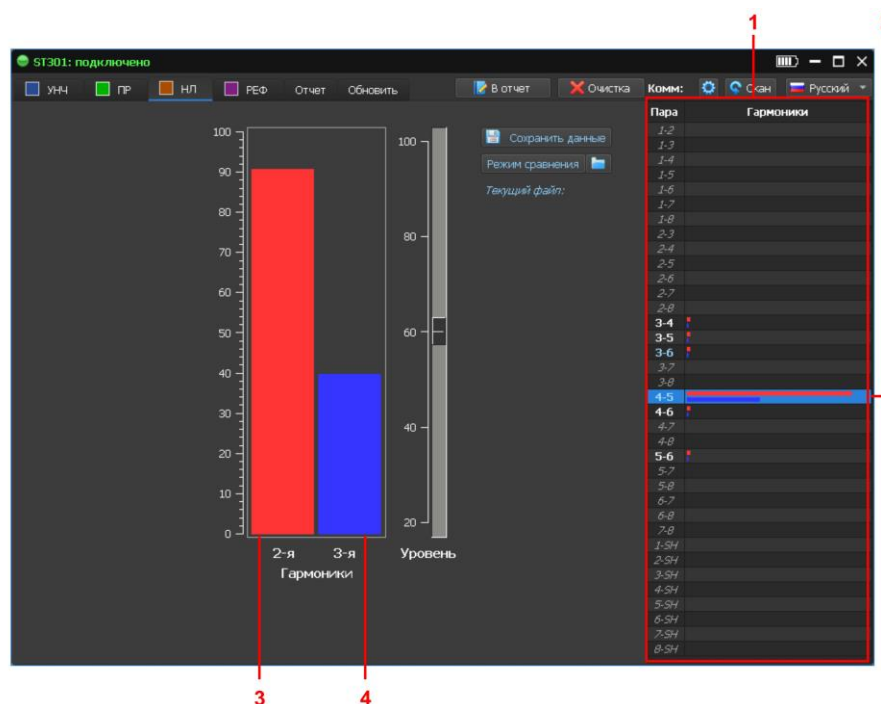

Рис.75
3. Кликнуть  **Скан**. Коммутатор поочередно подключает все комбинации проводов, подает в них зондирующий сигнал и фиксирует уровни откликов на частотах 2 и 3 гармоник. Графическая информация об уровнях отклика отображается в графах таблицы коммутатора (рис.75, п.1) напротив соответствующей пары. Красным цветом обозначается уровень 2 гармоник, синим - уровень 3 гармоник. После тестирования всех комбинаций проводов сканирование закончится.
4. Для просмотра увеличенного изображения откликов (рис.75, п.3 и п.4), установить табличный курсор (рис.75, п.2) на строку с интересующей комбинацией пар проводов.